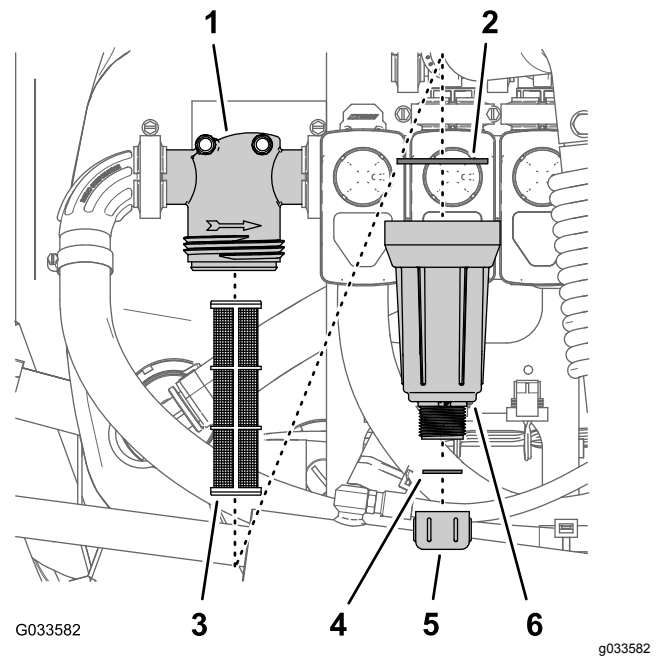

図 106
2. 圧力フィルタの下に受け容器をおく 図 106。
3. 圧力フィルタのボウルについているドレンキャップを左に回して外す 図 106。
4. ボウルを左に回してフィルタヘッドを外す 図 106。
5. 古い圧力フィルタエレメントを外す 図 106。
6. ドレンプラグのガスケットボウルの内側とボウルのガスケットフィルタヘッドの内側に傷や破損がないか点検する 図 106。
7. 新しい圧力フィルタエレメントをフィルタヘッドに取り付ける 図 106。
8. フィルタヘッドにボウルを取り付けて手締めする 図 106。
9. ボウルの底部のフィッティングにドレンキャップを取り付けてキャップを手締めする 図 106。